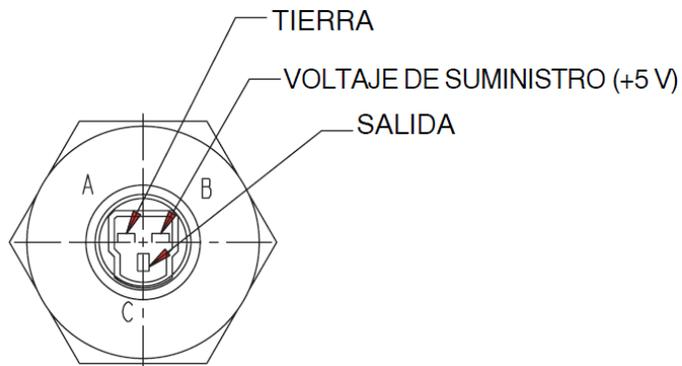

Figura 23. Conexión lado sensor
- Conector del lado del sensor, ver Figura 23.